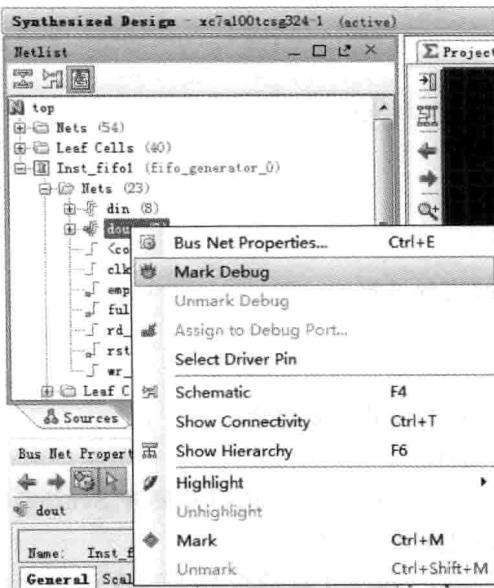
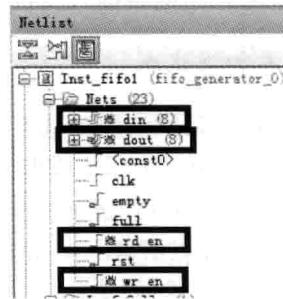

图 3.9 标记调试端口
图 3.10 添加完成调试端口
- (6) 下面从所列出的网络节点中,选择需要调试的端口,并且进行标记。如图 3.9 所示,在 Netlist 窗口下,找到并展开 Inst\_fifo1。在展开项中,找到并选中 dout(8)。然后,单击右键,出现浮动菜单。在浮动菜单内,选择 Mark Debug。
- (7) 出现 Confirm Debug Net(s) 对话框界面,单击 OK 按钮。
- (8) 按照前面的方法,分别选择 din、rd\_en、wr\_en,将它们设置为 MarkDebug。
- (9) 图 3.10 给出了添加完调试端口后的 Netlist 窗口。